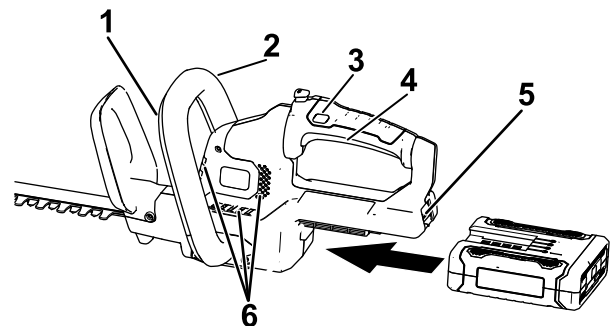

Figure 4
3. Alignez le creux de la batterie sur la languette dans le corps de la poignée, saisissez la poignée et poussez la batterie dans la poignée jusqu'à ce que le verrou s'enclenche en position (Figure 4).
4. Placez une main sur la poignée d'actionnement. Placez l'autre main sur la poignée auxiliaire (Figure 4).
actionnant le commutateur de poignée auxiliaire pour mettre le taille-haie en marche (Figure 4).
Le taille-haie reste en marche tant que vous appuyez sur le commutateur de poignée auxiliaire et la gâchette. Vous pouvez relâcher le commutateur de verrouillage lorsque le taille-haie est en marche. Figure 4
Pour arrêter le taille-haie, relâchez la gâchette, l'interrupteur de la poignée auxiliaire, ou les deux (Figure 4). Attendez au moins 5 secondes l'arrêt complet de la lame.